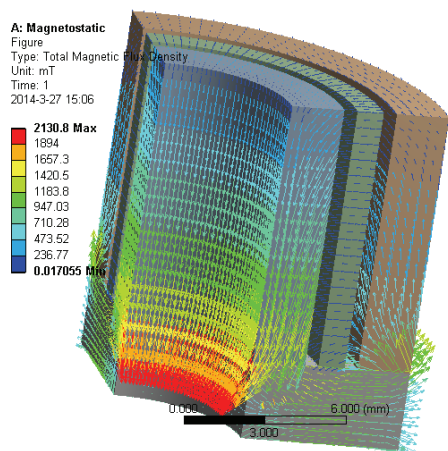

图 23-17 磁通量密度
- 5) 在 Outline 树结构图中的 Total Magnetic Flux Density 上单击右键，在弹出的快捷菜单中选择 Evaluate All Results，此时进行求解，求解后得到的图形如图 23-17 所示。